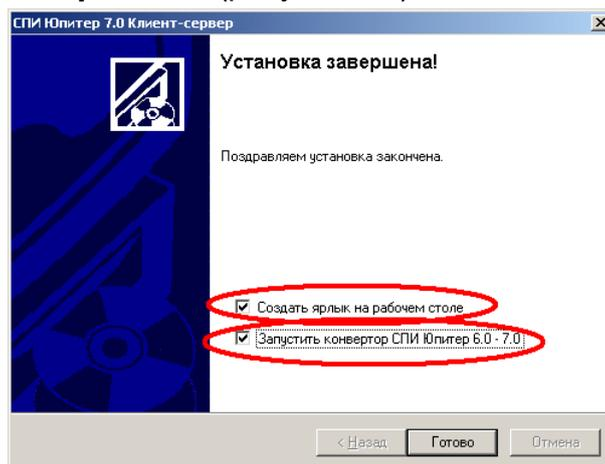

Рисунок 7.1. Последнее окно при установке приложения
- в окне информации о завершении установки установите флаг **Запустить конвертер СПИ Юпитер 6.0-7.x** (рисунок 7.1).